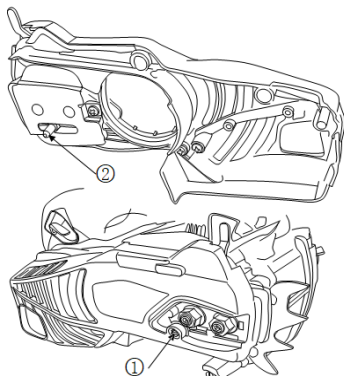

Rys. 3
- 2) Postaw pilarkę łańcuchową w pozycji pokazanej na rys. 3 i upewnij się, że jest wyłączony hamulec bezpieczeństwa łańcucha (strzałka na rys. 3).